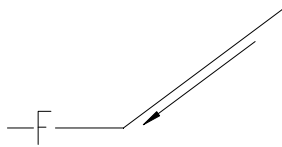

图 6-66 仅标水流方向
- “仅标水流方向”选项: 勾选该项,则仅绘制水流方向的箭头,如图 6-66 所示。